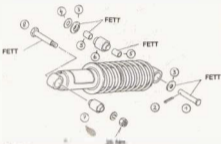

Bild 190
- 3 Diese Lagerbohrung wird zusätzlich eingetieft, Teil 3 in Bild 190, Abstand 4 mm von Nabende einfräsen